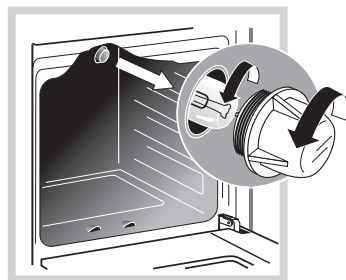

Рис. 17
- Открутите стеклянный плафон (рис. 17)